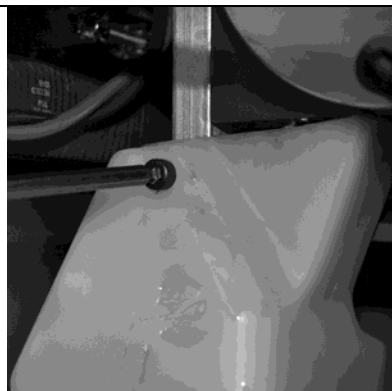

Figura 4-7
- a. Rimuovere i tre (3) dadi M6 che fissano il cavo a spirale al paranco servoassistito. (Consultare la pagina 2-5 Installazione del cavo a spirale).
Fase 5. Rimuovere una (1) vite M5 dalla benna della catena all'interno del paranco servoassistito. (cfr. Figura 4-7).
Fase 31. Installare la benna all'interno del paranco servoassistito fissando una (1) vite M5. (cfr. Figura 4-7)